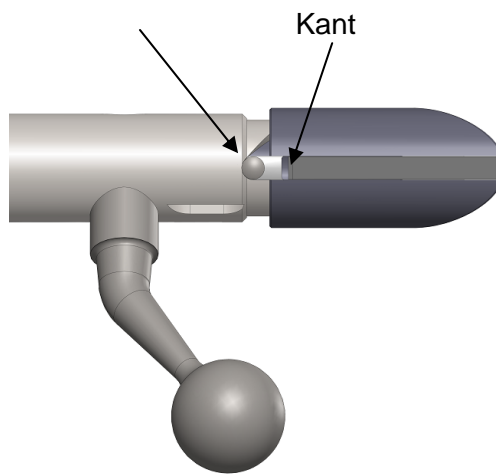
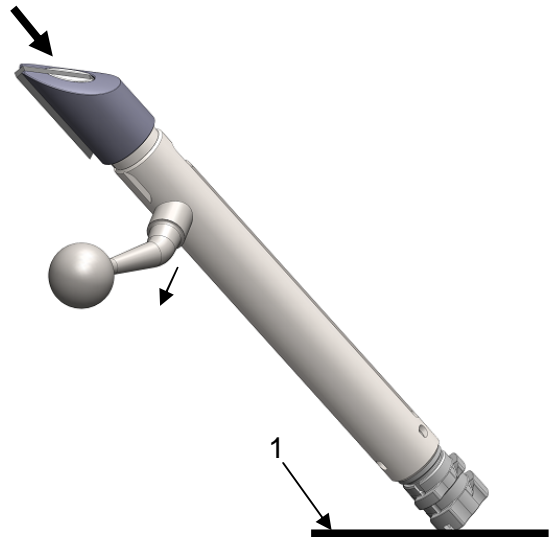
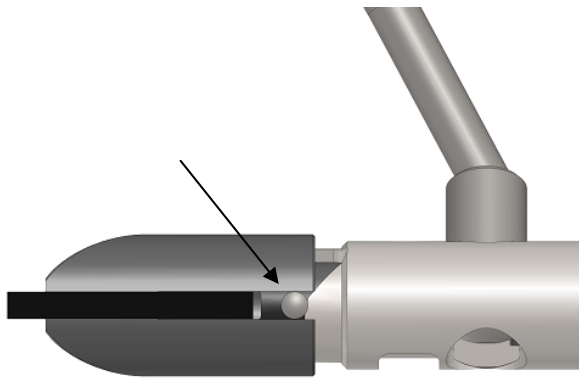

Bild 6
Bild 7
Bild 8
Vrid det lilla låset till den påvisade positionen (bild 6), nu avlägsnar du sluststyckshandtaget (bild 7) genom att trycka ner det på ett fast underlag. Nu kan du avlägsna det lilla låset.
Sätt in det lilla låset i sluststyckshuvudet och fixera låset till rätt position. För in sluststyckshandtaget och tryck samtidigt på ett fast underlag (bild 7). Vrid det lilla låset till påvisad position (bild 8).
**Eventuellt måste du sluststyckshylsan lätt spänna fast, t.ex. i ett skruvstöd för att vrida det lilla låset i positionen som visas i bild 8.**
Akta dig, kanten (bild 6) är mycket vass.